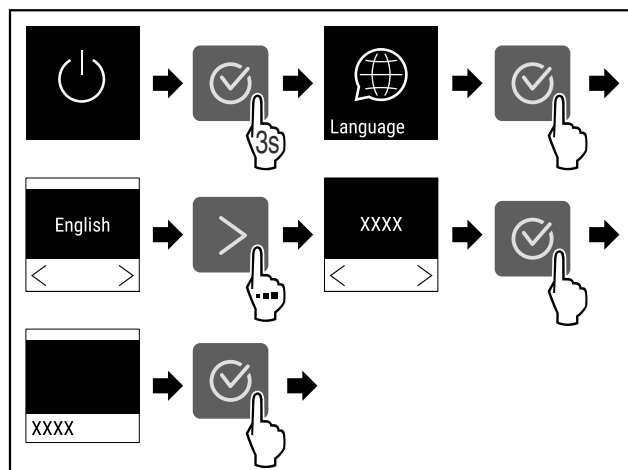

Fig. 50
- ▶ Εκτελέστε τα βήματα ενεργειών (βλέπε Fig. 50) .